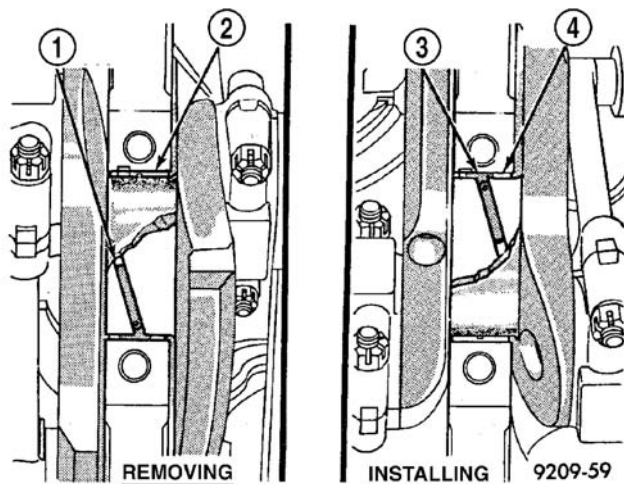
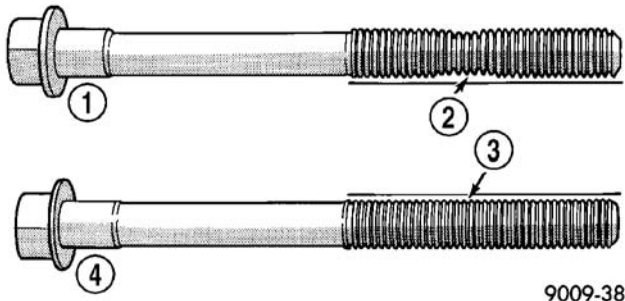

图 62 用专用工具 C-3059 来拆卸/安装主轴承的上半部
图 63 检查拉长的（拉细的）螺栓
(1) 拆下油底盘。（参见 9-发动机/润滑剂/油底盘-拆卸）
(2) 并于拆卸前在主轴承盖上做记号。
(3) 一次拆下一个轴承盖。在曲轴的机油孔中插入特种的主轴承工具 C-3059 来拆卸轴承的上半部（图 62）。
(4) 顺时针缓慢旋转曲轴，用力推出轴瓦的上半部。
(1) 关于主轴承配合程序，（参见 9-发动机/发动机体/曲轴主轴承-标准程序）
(2) 开始放入轴承，并插入主轴承工具 C-3059 至曲轴的机油孔中（图 62）。
(3) 反时钟缓慢旋转曲轴，将轴承滑入至其位置上。拆下特种的主轴承工具 C-3059。
(4) 检查主盖螺栓有否拉伸（图 63）。替换拉长的螺栓。
附注：在重新使用前应检查主盖螺栓。螺栓拉伸可通过把住一个标尺或直尺抵住螺纹的方式检查。若所有的螺纹不接触到标尺，就必须替换螺栓（图 63）。